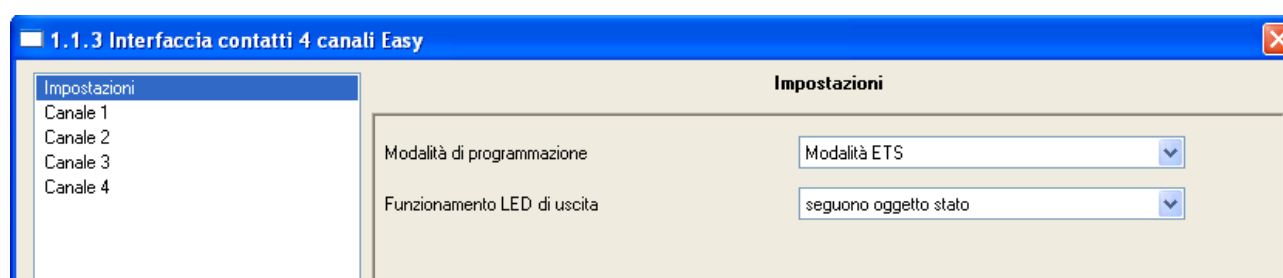

Fig. 12: Finestra di configurazione parametri **Interfaccia contatti 4 canali Easy (2) - Impostazioni - Funzionamento LED di uscita**
**Nota 7:** L'uscita LED associata al canale di ingresso dell'interfaccia contatti sul quale è collegato il pulsante P1 segnala lo stato della lampada L1 proprio alla ricezione dell'oggetto di **Stato** dall'attuatore all'atto di una commutazione (nei parametri di **Impostazione** dell'interfaccia contatti è disponibile un apposito parametro **Funzionamento LED di uscita** che permette di invertire lo stato di segnalazione del LED rispetto a quello del carico comandato, vedi fig. 12).